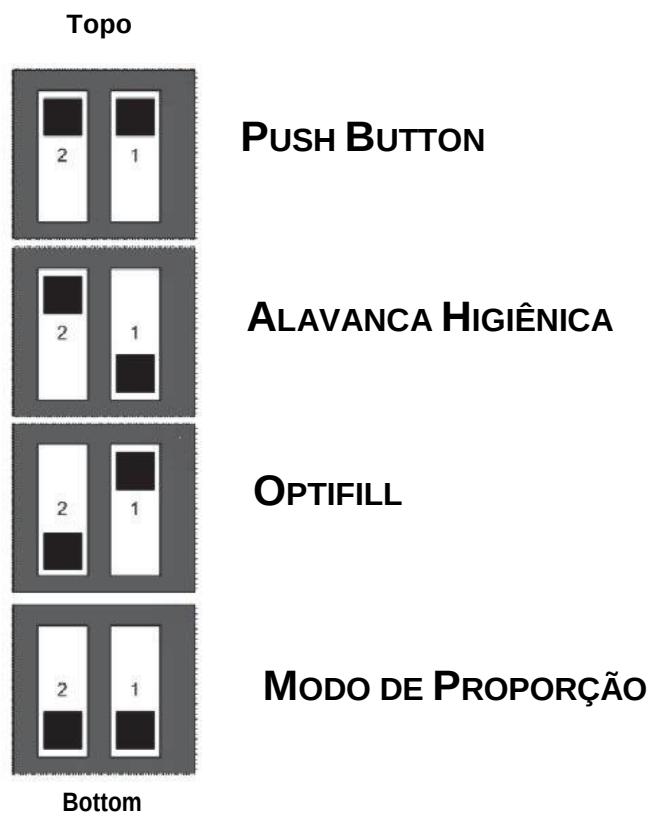

Figura 4.
3. “O usuário precisa entrar no “modo de proporção” por meio das chaves dip switches na placa. Configure as chaves dip switches conforme mostrado na Figura 4. Primeiro ajuste a vazão de água e pressione o botão da água. A válvula dispensará um tempo pré-definido de água. Ajuste a vazão utilizando o controle de vazão da válvula, até que a vazão esteja ajustada corretamente. Depois que a água tiver sido ajustada corretamente, utilize os botões de Marca para dispensar um tempo pré-definido de xarope. Ajuste a vazão correspondente no controle de vazão da Marca, até que ela esteja ajustada corretamente.